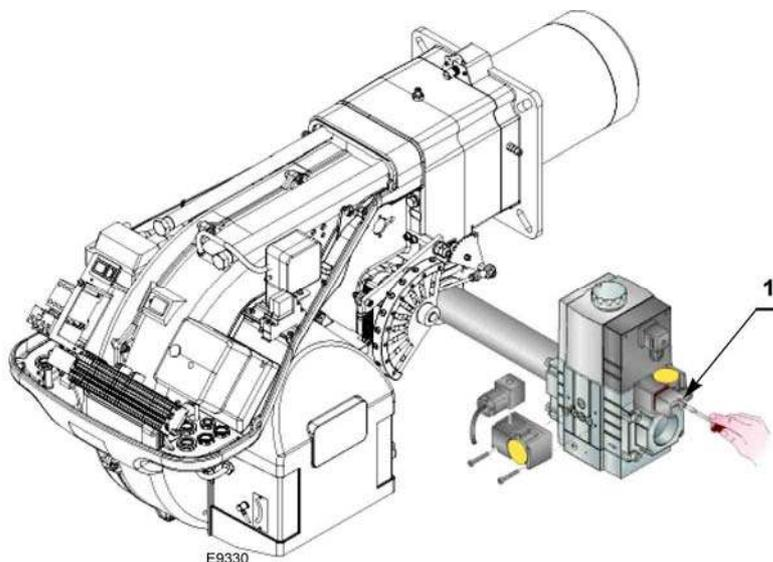

Рис. 25
- Проверьте давление подачи газа, присоединив манометр к штуцеру давления (1) (рис. 25) на реле минимального давления газа: оно должно быть ниже, чем максимально допустимое давление на входе газовой рампы, указанное на шильдике с техническими характеристиками.
- Выпустите воздух из трубопровода газовой рампы, присоединив пластиковую трубку к штуцеру давления (1) (рис. 25) на реле минимального давления газа.